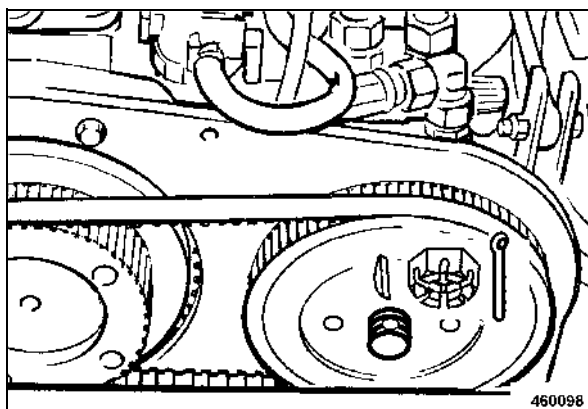

fig. 138
- Poser la rondelle-ressort dans la gorge (fig. 138).